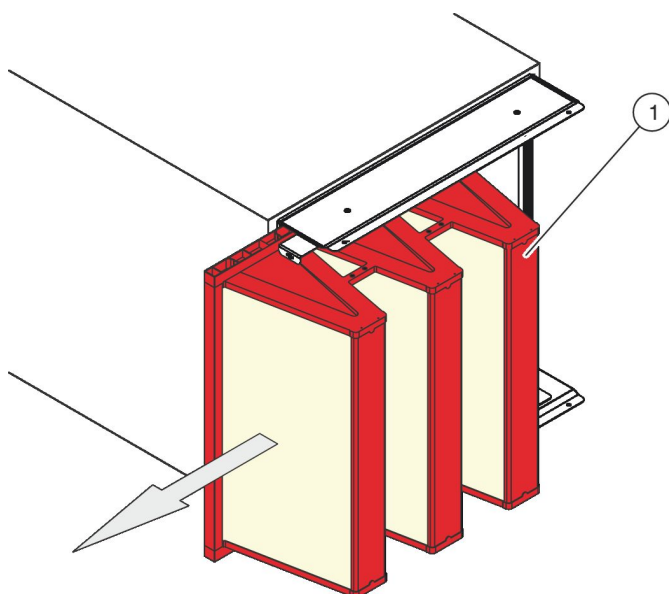

Рис. 60: Удаление фильтрующего элемента
5. ▶ Сдвиньте фильтрующий элемент (Рис. 60/1) вбок.